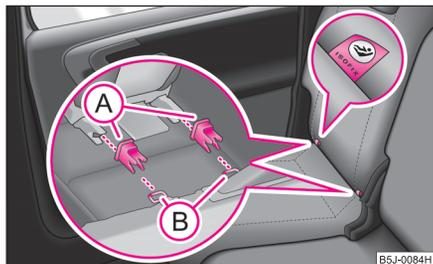

Fig. 142 Argollas de sujeción (sistema ISOFIX)
- Introduzca los conos receptores (A) en las argollas de sujeción (B) entre el respaldo y la banqueta ⇒ fig. 142.